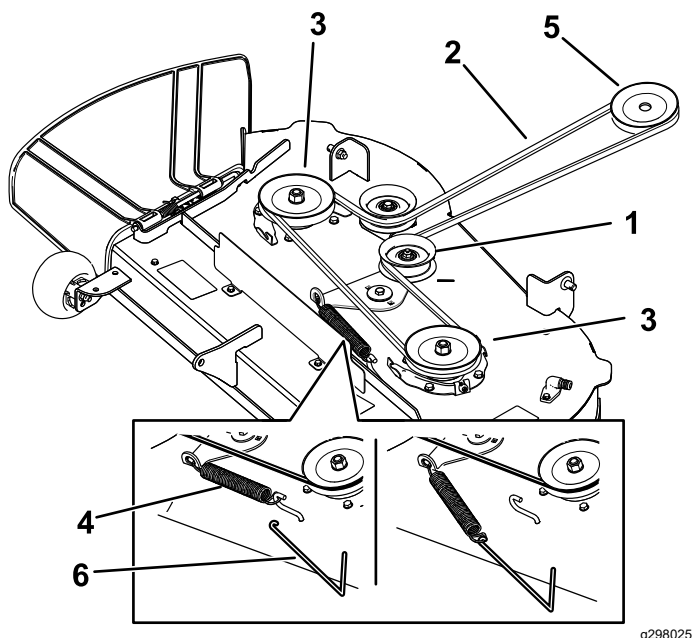
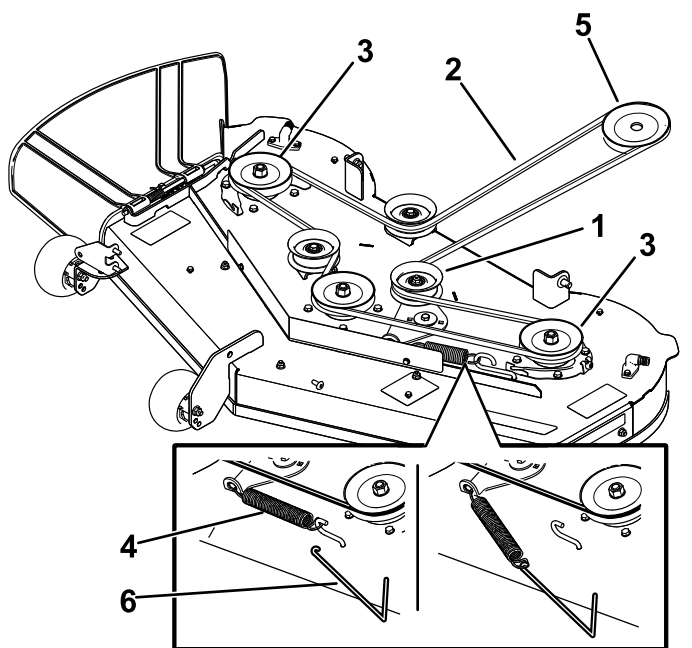

Bild 57
Bild 58
7. Entfernen Sie die Spannscheibenfeder mit einem Werkzeug zur Federentfernung (Toro-Bestellnummer 92-5771) vom Mähwerkhaken, um die Spannung von der Spannscheibe zu nehmen, und rollen Sie den Riemen von den Riemenscheiben (Bild 57 oder Bild 58).
8. Verlegen Sie den neuen Riemen um die Motor- und Mähwerkriemenscheiben (Bild 57 oder Bild 58).
9. Setzen Sie die Spannscheibenfeder mit einem Werkzeug zur Federentfernung (Toro Bestellnummer 92-5771) auf den Mähwerkhaken, um die Spannscheibe und den Mähwerkriemen zu spannen (Bild 57 oder Bild 58).